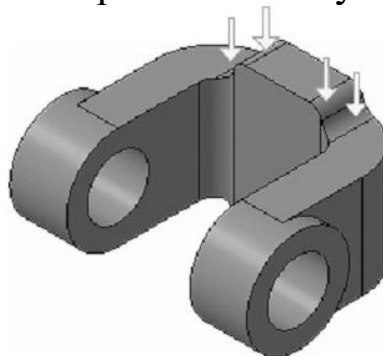

Рисунок 32.
8. Установите режим отображения Полутоновое (рис. 32).